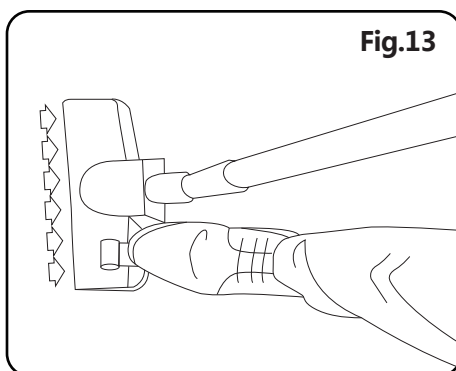

Fig.13
4. Como na fig.13, pise o pedal da escova novamente para colocar as cerdas e pode limpar o tapete.